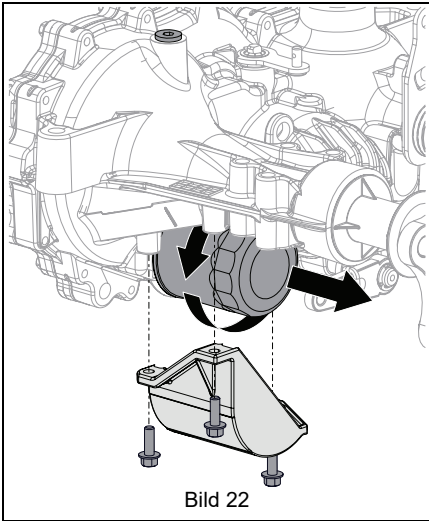

Bild 22
3. Ställ en behållare under oljefiltret för att samla upp den använda oljan. Se Bild 22.